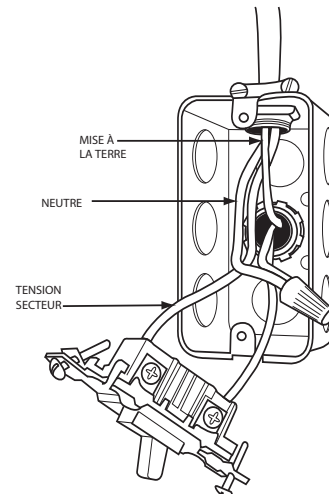

Fig. 35 – Coffret électrique externe A190278FR
5. Fixez le coffret électrique externe au caisson de la chaudière à l'aide de deux (2) vis à tôle.
11. Raccordez les fils d'alimentation et neutres sur place aux fils d'alimentation électrique de la chaudière à l'intérieur du coffret électrique externe, comme illustré à la Fig. 35.
1. Percez deux (2) trous de 3 mm (1/8 po) dans les dépressions du caisson de la chaudière près de la découpe de 22 mm (7/8 po) sur le côté du caisson. Ne retirez pas la découpe du côté du caisson.
9. Raccordez les fils d'alimentation et neutres sur place aux fils d'alimentation électrique de la chaudière à l'intérieur du coffret électrique externe, comme illustré à la Fig. 35.